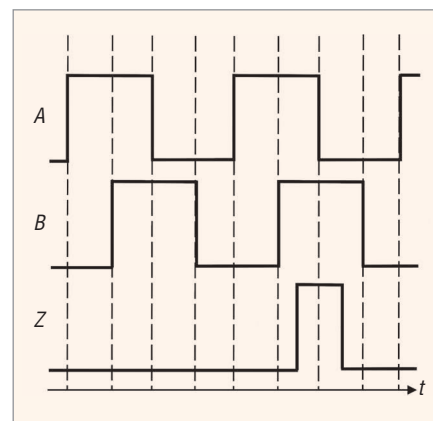

Рис. 1. Выходные сигналы инкрементного энкодера
импульсов от начальной позиции до требуемой. Скорость вращения вала определяется как число импульсов за единицу времени (обороты в минуту). Как правило, выходной сигнал инкрементного энкодера имеет два канала (рис. 1), в которых две идентичные последовательности импульсов (A и B) сдвинуты на 90° относительно друг друга (парафазные импульсы), что позволяет определять направление вращения. Имеется также третий выход нулевой (референтной) метки (Z), который позволяет определить абсолютное положение вала, поскольку сразу же после включения положение вала неизвестно.
На рис. 1 приведён пример изменения сигналов энкодера во времени при вращении против часовой стрелки. В мо-